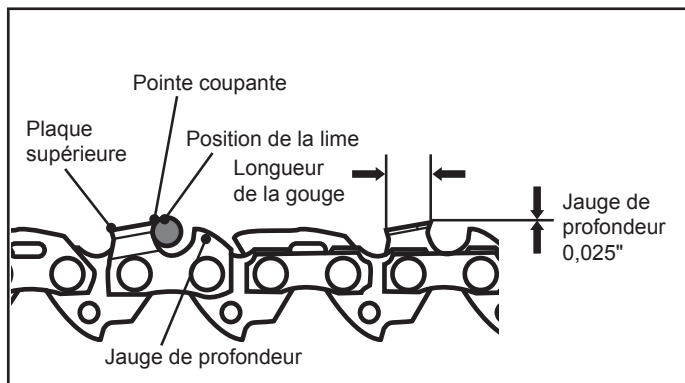

Fig. 42
- Pour vérifier la hauteur des jauges de profondeur, utiliser un instrument de mesure prévu à cet effet. Les instruments de mesure pour jauge de profondeur sont disponibles dans tous les bons magasins d'outils (Fig. 42).